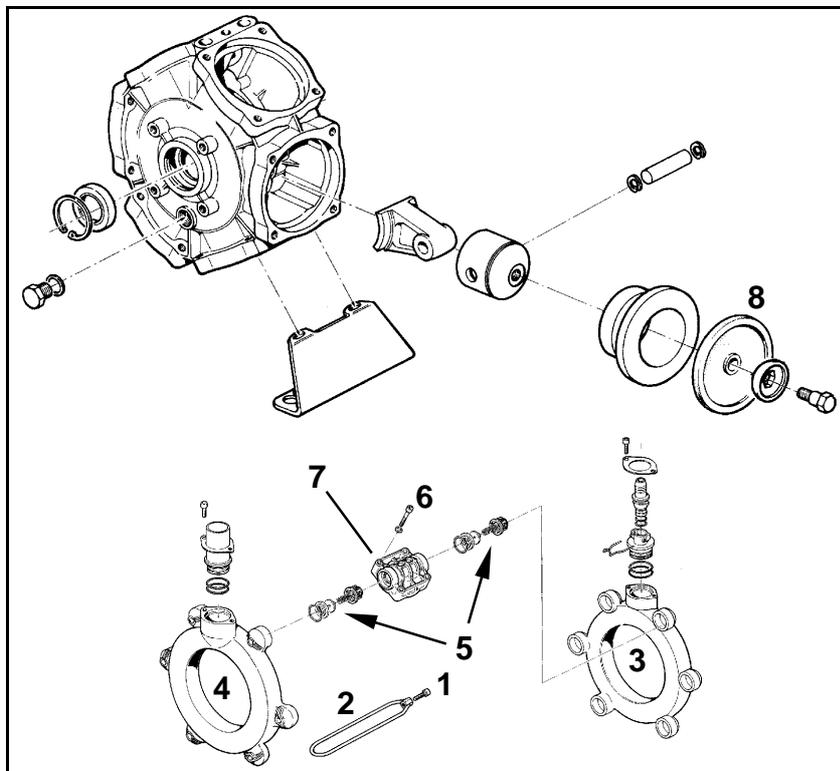

Fig. 197
- Vérifiez l'état des membranes de piston (Fig. 197/1) au moins une fois par an en les démontant.
- Vérifiez la position de montage des clapets côté refoulement, avant de sortir les jeux de clapets (Fig. 197/5) Pour vérifier et remplacer les membranes des pistons, nous recommandons de procéder individuellement. Ne commencez à démonter le piston suivant qu'après avoir complètement remonté le piston que vous venez de vérifier.
- N'y aurait-il qu'une seule membrane (Fig. 197/6 défectueuse ou poreuse, il est cependant impératif de remplacer les membranes de tous les pistons.
2. Desserrez les vis (Fig. 197/1) et retirez l'étrier (Fig. 197/2).
3. Enlevez les tubes d'aspiration et de refoulement (Fig. 197/3 et Fig. 197/4).
4. Enlevez les jeux de clapets (Fig. 197/5).
5. Desserrez les vis (Fig. 197/6).
6. Retirez la culasse (Fig. 197/7).
7. Contrôle des membranes de piston (Fig. 197/8).
8. Remplacez les membranes de piston défectueuses (Fig. 197/8).